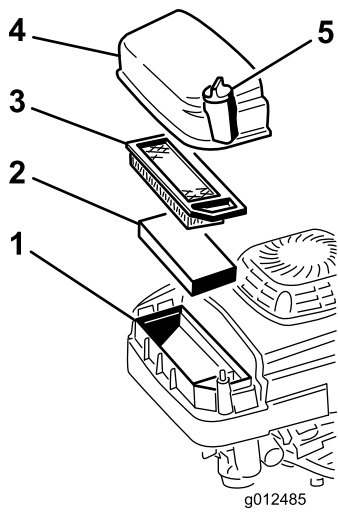

図 37
2. エア・フィルタのカバーを固定しているねじを外す（図 37）。
- カバーをはずして洗い、ぬいに洗う (図 37)。
- ペーパー・エア・フィルタ (図 37) を外して点検し、汚れがひどい場合には廃棄する。